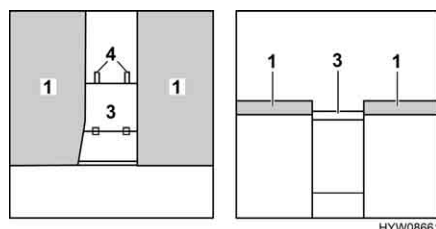

Fig. 53 Durante la trasformazione
- Appoggiare l'allargamento letto (Fig. 53,3), in modo da assicurarli con i velcri (Fig. 53,4) perché non scivolano.